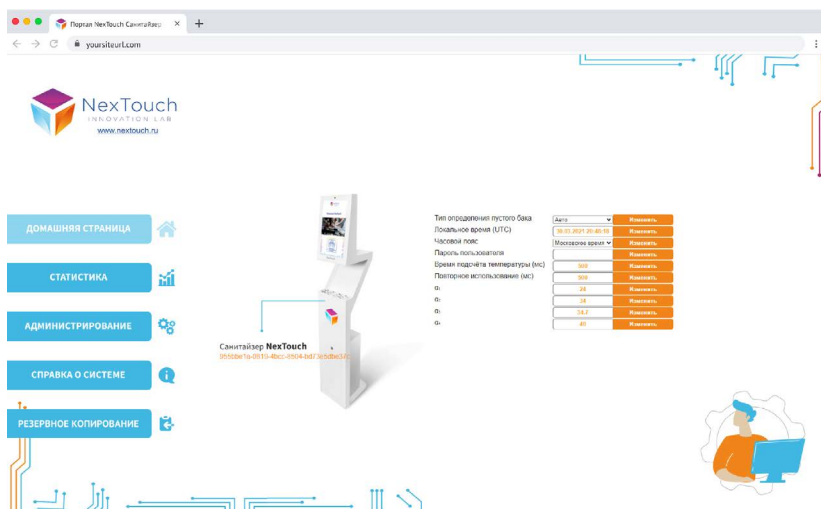

Рис. 16. Портал управления открыт в браузере
3. В строке URL-адреса браузера стороннего компьютера следует ввести IP-адрес Устройства с указанием порта 8080, т.е. требуется перейти на сайт: http://<IP_адрес_Устройства>:8080/. Пример: <http://18.193.237.114:8080/> Откроется Портал управления (рис.16).
- в) Серийный номер Устройства. Приведён на наклейке, расположенной сзади Устройства (рисунок 16 данного Руководства)